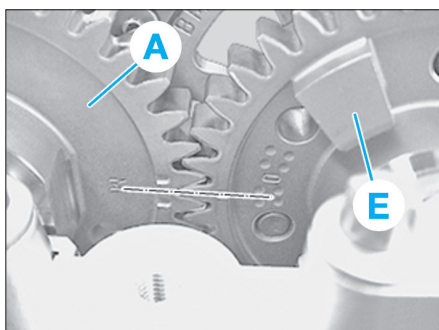

Fig. 91
- Lors de l'insertion de l'arbre à cames d'admission (E), veiller à faire coïncider les repères des deux arbres à cames (A) et (E) (Fig.91).